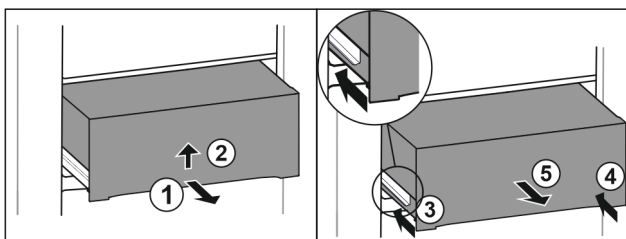

Fig. 68
- ▶ Wyciągnąć szufladę do połowy. Fig. 68 (1)
- ▶ Podnieść szufladę za spód. Fig. 68 (2)
- ▶ Wsunąć lewą szynę. Fig. 68 (3)
- ▶ Wsunąć prawą szynę. Fig. 68 (4)
- ▶ Wyjąć szufladę do przodu. Fig. 68 (5)